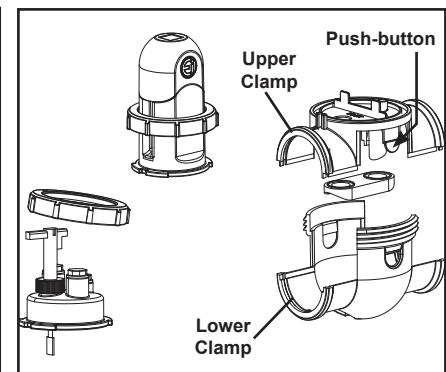

Figura 6. Desamplaje de celda
4. Desenroscar el anillo de seguridad de la celda con el fin de extraerlo de la abrazadera superior (vea la Figura 6).
5. Presione los dos (2) botones en cada lado para separar la parte superior superior de la parte inferior de la abrazadera (véase la Figura 6).